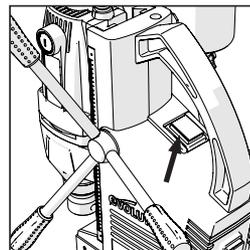

Fig. 6
- Active el interruptor basculante On/Off de la máquina **(Fig. 6)** para encender o apagar el motor de la máquina.